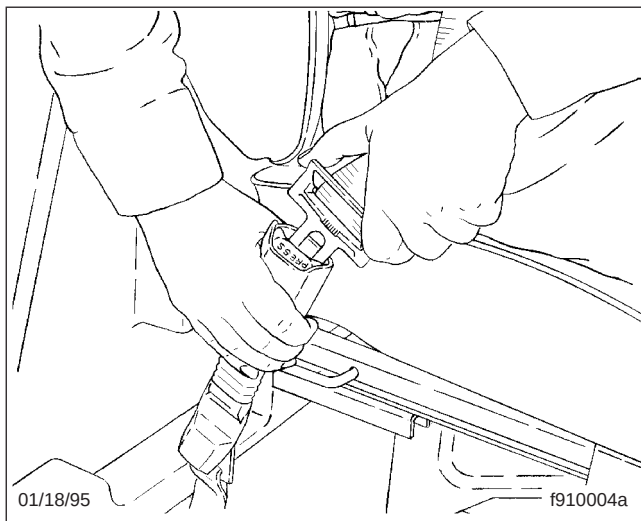

Figura 5.16, Cómo abrochar el cinturón de seguridad de tres puntos
2. Abroche el cinturón de seguridad de tres puntos insertando la lengüeta en la hebilla hasta que se abroche (**Figura 5.16**). Dé al cinturón un tirón en la hebilla. Si la hebilla se desabrocha, repita este paso. Si el problema continúa, reemplace el cinturón de seguridad de tres puntos.